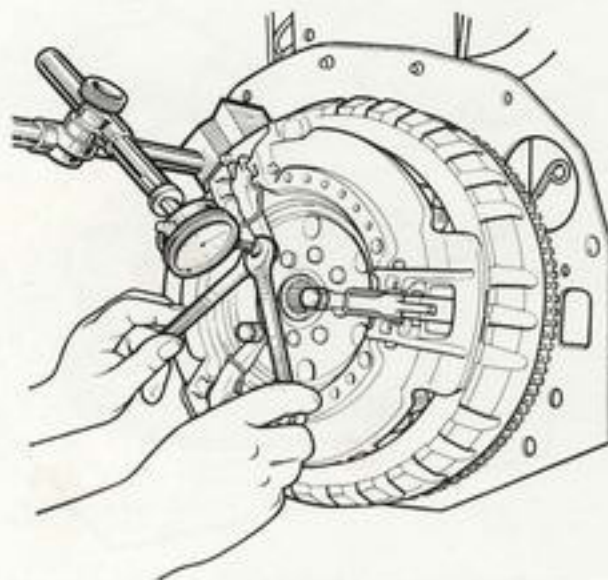

Fig. 11
- La tête des vis de réglage des doigts doit se trouver à 163,3 à 165,6 de la face de la plaque d'adaptation avec une tolérance de 0,4 entre elles. Ceci peut être facilement vérifié au moyen d'un comparateur (fig. 11) ou bien au moyen de la cale de 25,4 prévue pour le tracteur 835.